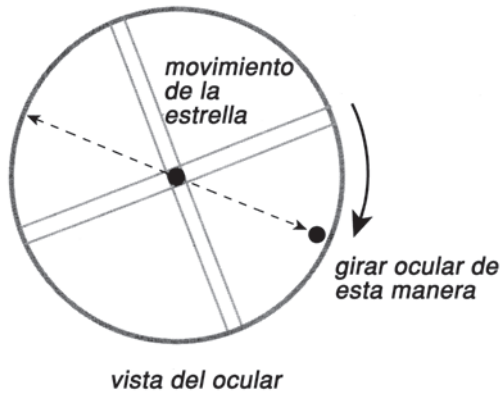

Figura 10. Alineación del movimiento de A. R. de la estrella con las cruces.
4. Siga moviendo el telescopio respecto al eje de A. R. hacia adelante y hacia atrás para mantener la estrella en el campo de visión del ocular. Gire el ocular en el enfocador (o la diagonal) hasta que el movimiento de la estrella sea paralelo a una de las cruces iluminadas (**figura 10**). Esta línea representará el movimiento de A. R. durante este procedimiento y la línea perpendicular representará el movimiento de declinación. Apriete los tornillos de ajuste para sujetar el ocular en su posición. Asegúrese de que el ocular se mantiene fijo mientras el telescopio se mueve.